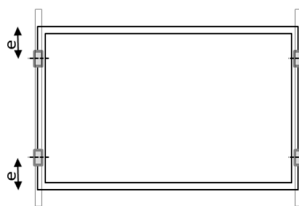

Bild A2: Klemmenposition an kurzer Rahmenseite
**Tabelle.A2-1 Test Last mit Klemmen an kurzer Rahmenseite (Bild A2)**
**Tabelle.A2 Design Last mit Klemmen an kurzer Rahmenseite (Bild A2)**